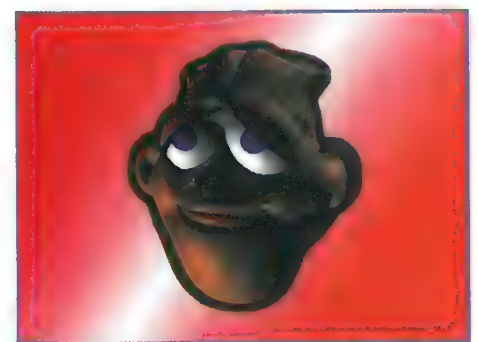

FIGURA 10. RENDER SIN TEXTURAS DE LA CARA MODELADA DE NUESTRO MUÑECO CON TODOS SUS ELEMENTOS.
10. Seguimos añadiendo elementos a la cara y modelamos la nariz con una primitiva *Sphere*. La lengua de nuestro muñeco también es modelada con otra esfera achatada y coloreada de rojo, que situamos en la parte trasera de la boca. Por último, nos encargamos de las orejas, que creamos con una esfera que convertimos en *nurb* para después mover algunos de sus puntos de control dando la forma adecuada a la pieza. Cuando tenemos todos los elementos modelados, nos dedicamos a aplicar jerarquías al rostro de nuestro personaje por si fuera necesario para su posterior animación. También colocamos todos los puntos pivote a cada elemento de la cara para que a la hora de animarlo no tengamos ningún tipo de problema en cuanto a los ejes de rotación, translación y escalado de cada elemento. El resultado del muñeco con todos estos detalles se puede ver en la figura 10.